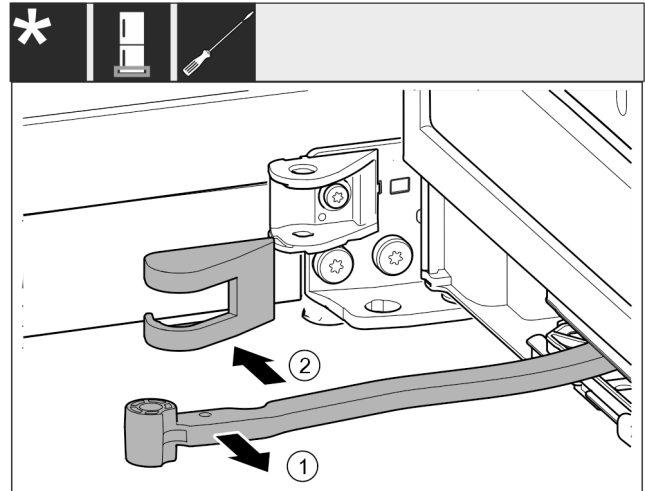

Fig. 15
- ▶ Tourner la jointure Fig. 15 (1) en direction de la porte.
- ▶ Retirer le cache du support de palier Fig. 15 (2).